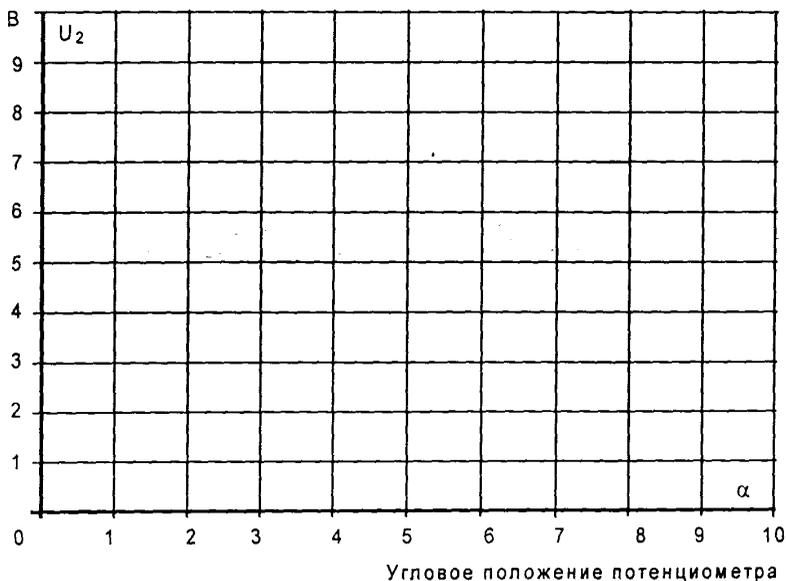

Рис.7.4
Перенесите значения напряжения U_2 на график (рис.7.4) для построения кривой $U_2 = f(\alpha)$
3. Какую форму имеет кривая на рис. 7.4?